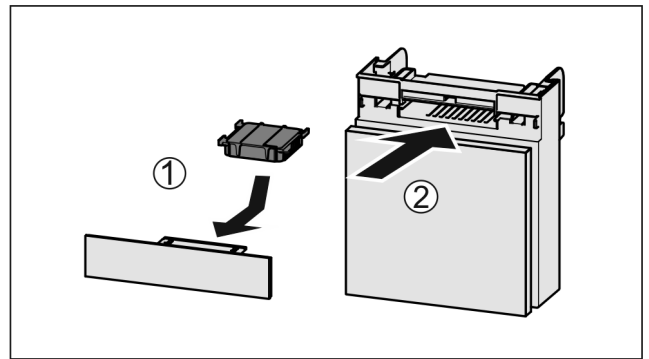

Fig. 99
- ▶ Actiefkoolfilter overeenkomstig afbeelding aanbrengen Fig. 99 (1).
- ▶ Lade erin schuiven Fig. 99 (2).